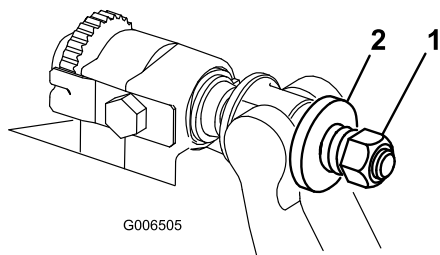

Figura 20
- Serrate il dado di tensionamento della molla finché questa non è a riposo, quindi allentatelo di mezzo giro (Figura 20).